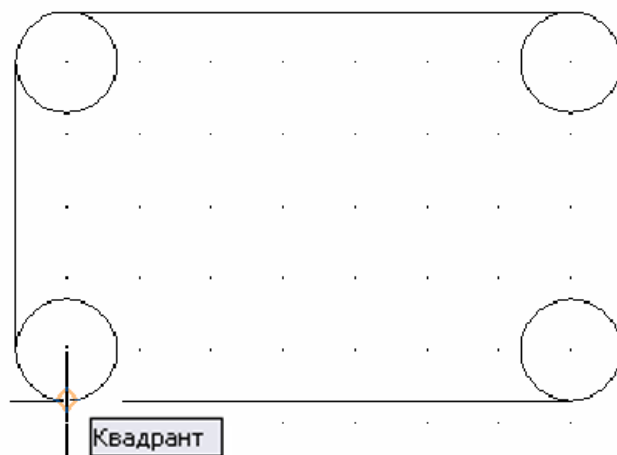

Рис. 1.46. Построение плоской фигуры
1.4. Используя режим объектной привязки **Квадрант** , начертите четыре отрезка, соединяющих построенные окружности (рис. 1.46).